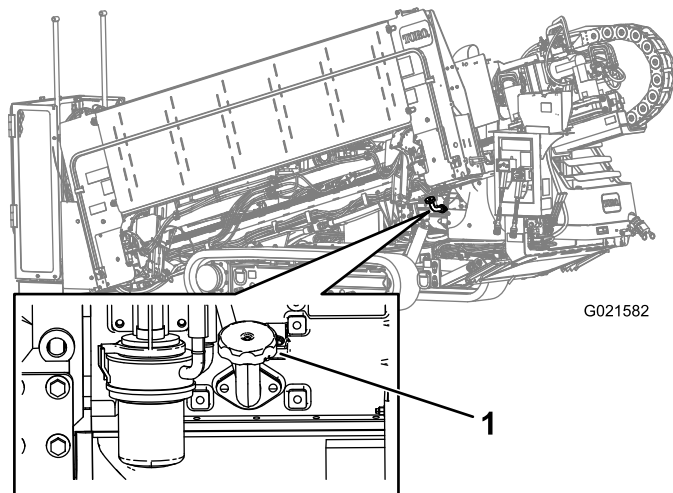

Рисунок 123
- А. Снимите крышку заливной горловины (Рисунок 123) и добавьте масло, пока его уровень не достигнет отметки «Высокий». **Не допускайте переполнения.**